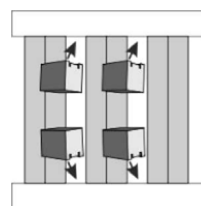

Рис.13
7. Для дополнительной прочности перегородки и визуальной эстетики нарежьте рейку Модель-2 на кусочки, равные расстоянию между сдвоенными рейками. Вставьте кусочки между рейками и ползьями на полу и потолке (рис.13).